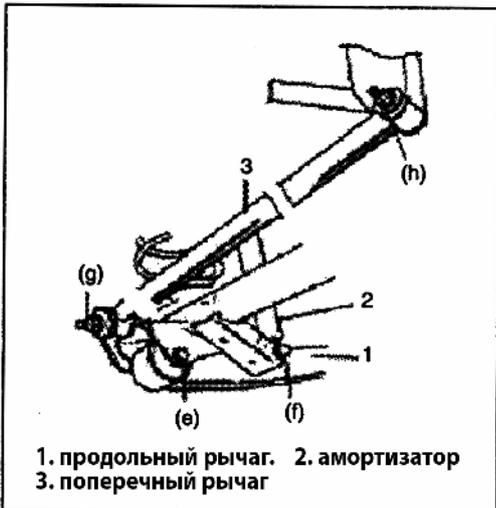

Рис. 590
- 18) Затяните гайки крепления продольного рычага и болт амортизатора требуемым моментом (Рис.590). Затяните гайки поперечной тяги требуемым моментом.